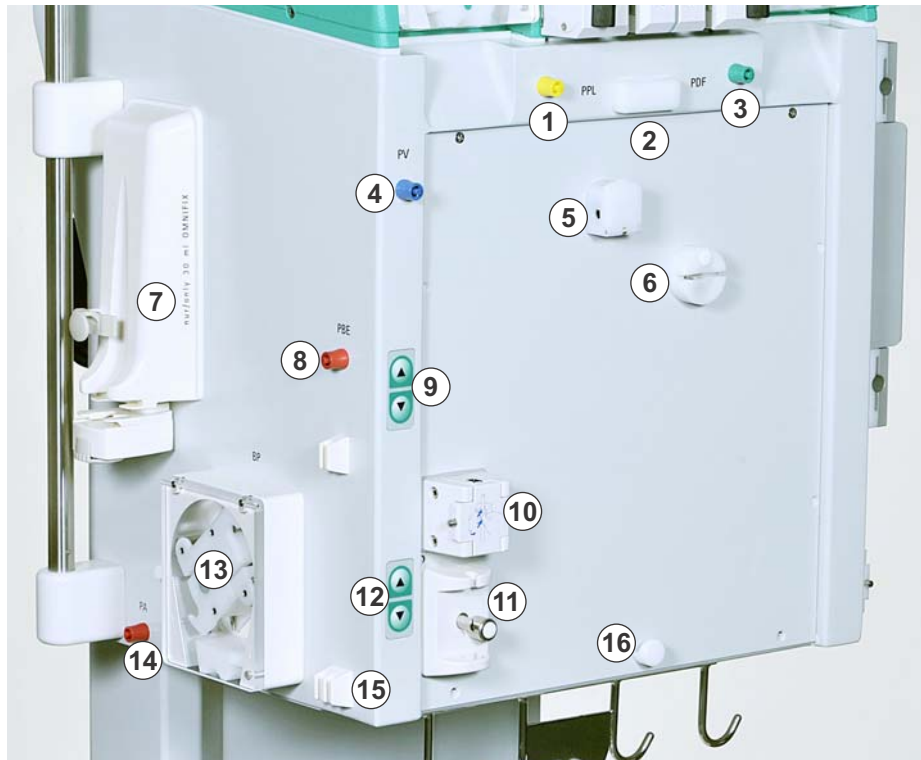

Abb. 2-5 Zentralmodul, Ansicht von vorne links
Die Pegel-Einstelltasten befinden sich auf der Vorderseite des oberen Moduls (siehe Abb. 2-4 Oberes Modul (29)) und auf der Vorderseite des Zentralmoduls (siehe Abb. 2-5 Zentralmodul, Ansicht von vorne links (30)).